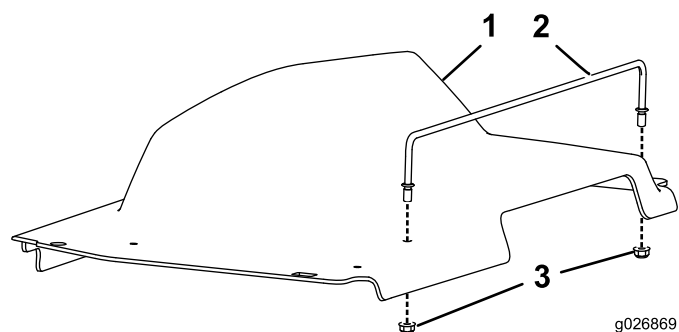

Figura 11
3. Instale um guia do resguardo em cada cobertura (Figura 11).